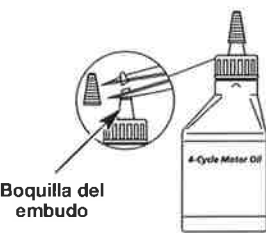

Fig. 6
Su unidad trae una botella de aceite SAE 30 SF, SG, SH de 90 ml (3,04 onzas fluidas) (Fig. 6).
1. Desenrosque la tapa de la botella de aceite y retire el sello de papel que cubre la apertura. Vuelva a colocar la tapa. Corte la punta de la boquilla del embudo (Fig. 6).